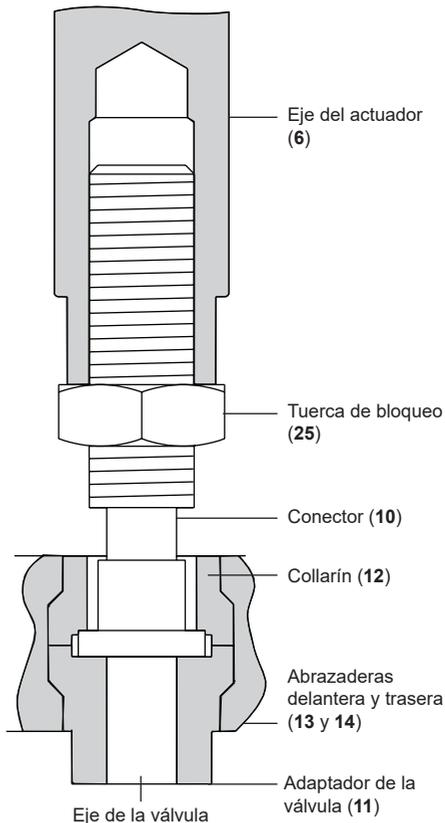

Fig. 6
- Utilice dos llaves mientras sujeta el eje del actuador (6) para aflojar la tuerca de bloqueo del actuador (25).
- Con el obturador de la válvula todavía en su asiento, ajuste el conector de la válvula (10) hasta que presione firmemente contra el adaptador de la válvula (11). Apriete la tuerca de bloqueo (25). Véase la Fig. 6 para una correcta instalación.